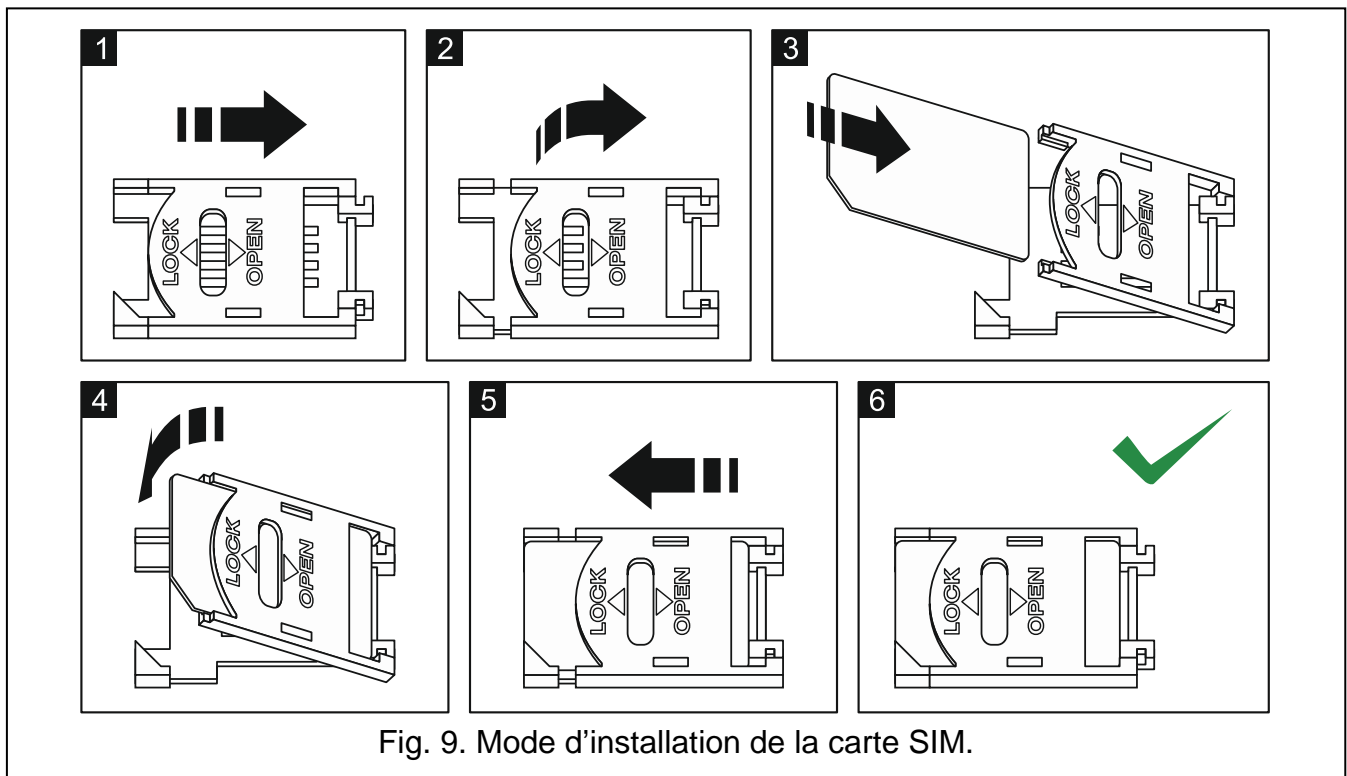

Fig. 9. Mode d'installation de la carte SIM.
11. Insérer la carte SIM au logement (voir : fig. 9).